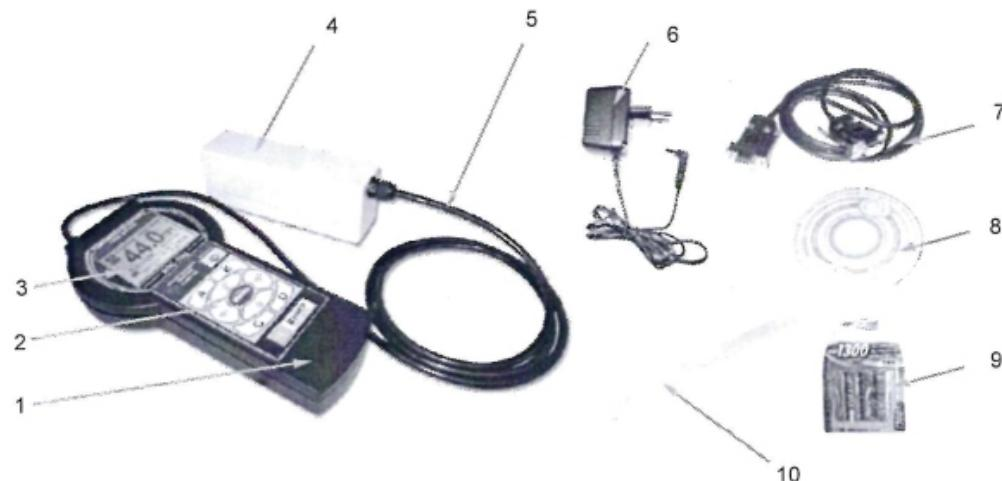

Рисунок 1. Общий вид прибора.
- электронного блока (рис. 1 п. 1);
- датчика (рис.1 п. 4);
- неразъемного кабеля (рис.1 п. 5).
4.3. На лицевой панели размещена клавиатура (рис. 1 п.2) и жидкокристаллический дисплей (рис. 1 п.3).
4.4. Датчик и электронный блок соединены неразъемным кабелем (рис.1 п.5).